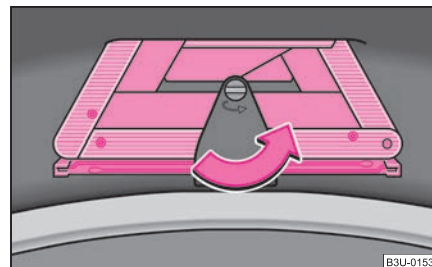

Fig. 188 Triangolo d'emergenza nel portellone bagagliaio
- Per estrarre il triangolo d'emergenza girare il fermo nel senso indicato dalla freccia ⇒ fig. 188 e ruotare il supporto verso il basso. ■